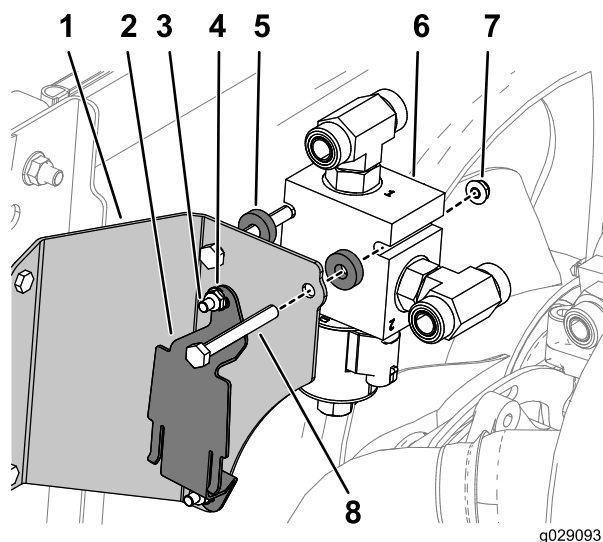

Figura 16
3. Montate la staffa del serbatoio di troppopieno del radiatore sulla staffa del gruppo del collettore utilizzando 2 bulloni (1/4 x 3/4 poll.) e 2 dadi (1/4 poll.) come illustrato nella Figura 16.
5. Montate il gruppo del collettore sulla staffa con 2 bulloni (5/16 x 2-3/4 poll.), 2 distanziali e 2 dadi come mostrato nella Figura 16.